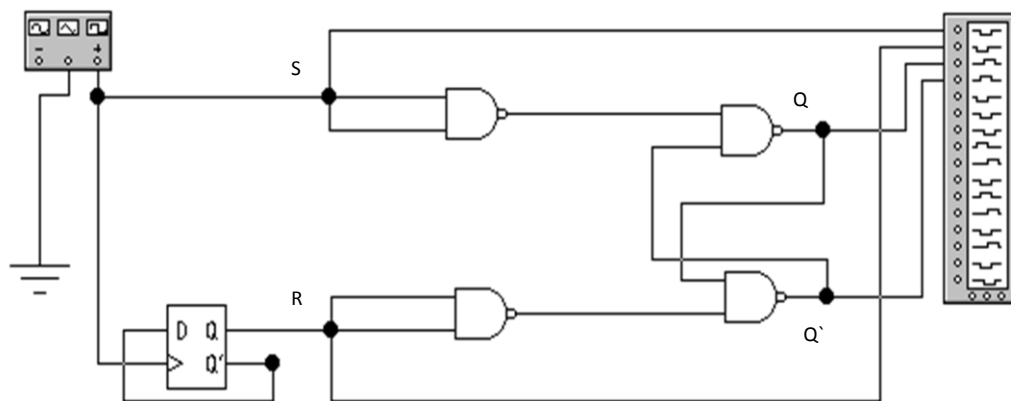

Fig. 2. Schema electrică pentru studiarea bistabilului RS asincron în regim dinamic de lucru.
1.5. Construiți schema prezentată în Fig. 2.